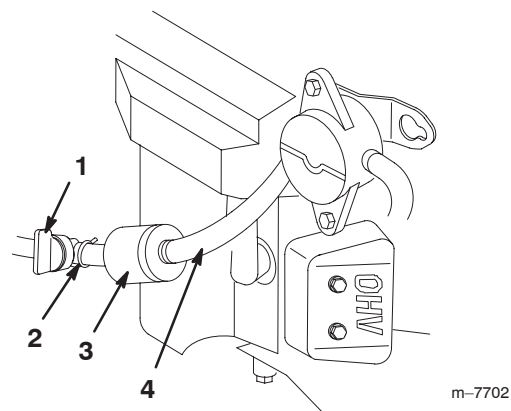

Figure 36
5. Fermez le robinet d'essence (Fig. 36).
6. Pincez les extrémités des colliers et faites glisser ceux-ci pour les éloigner du filtre (Fig. 36).
8. Posez un filtre neuf et rapprochez les colliers de fixation du filtre (Fig. 36).
3. Fermez le robinet d'essence (Fig. 36).
4. Desserrez le collier de serrage au niveau du filtre à carburant et repoussez-le le long de la conduite d'alimentation pour l'éloigner du filtre (Fig. 36).
5. Débranchez les conduites d'alimentation du filtre à carburant (Fig. 36).
Remarque : Laissez l'essence s'écouler dans un bidon ou un bac de vidange (Fig. 36).
7. Raccordez la conduite d'alimentation au filtre. Rapprochez le collier de serrage du filtre pour fixer la conduite d'alimentation (Fig. 36).